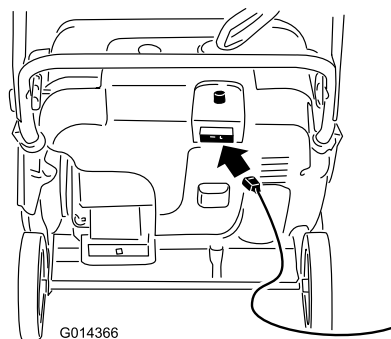
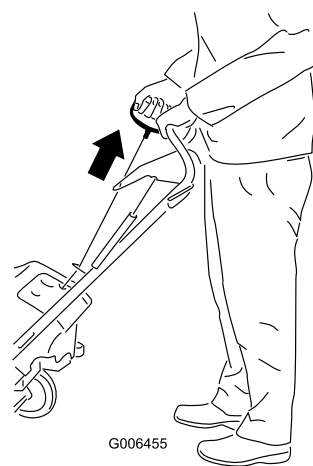

Figure 17
Figure 18
4. Raccordez la rallonge au secteur et à la machine, puis appuyez sur le bouton du démarreur électrique (Figure 17), ou tirez la poignée du lanceur (Figure 18).